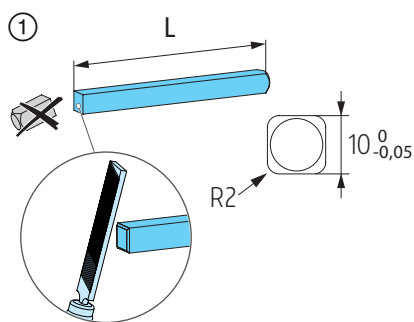

Abb. 29
- ① Vierkant ablängen und anfasen; **Abb. 29.**